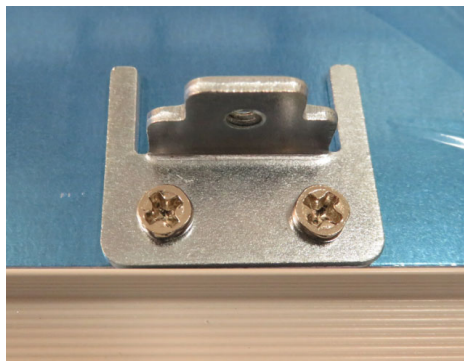

Bild 1
- Einbaufeder mittels beiliegenden Schrauben am Winkel (Bild 1) befestigen